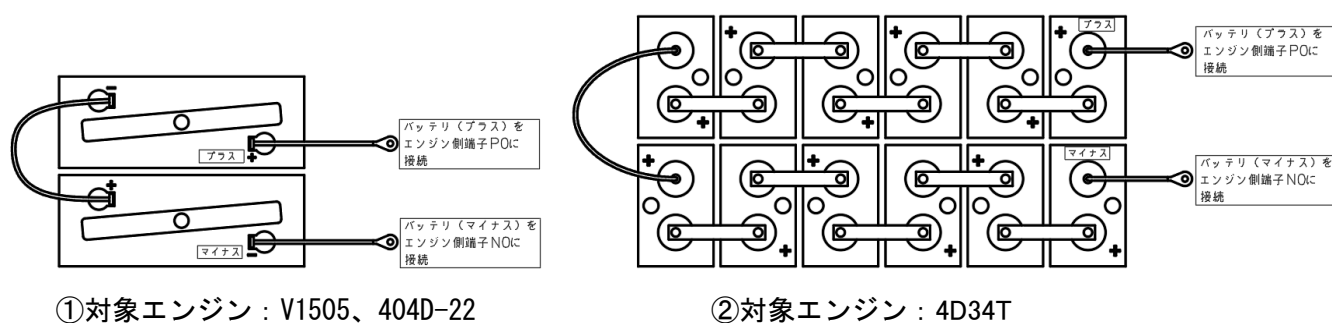

図 8 バッテリー結線図
- (2) 蓄電池の（＋）と（－）をショートさせたり極性を誤って配線しないようにしてください。（図8）蓄電池にバッテリーケーブルを接続する前に、蓄電池端子とケーブルの接触面は、真鍮製ワイヤーブラシで十分磨き、鉛蓄電池用防錆剤を薄く塗布してから接続してください。端子部が腐食して、電圧降下する場合があります。また蓄電池端子部には必ず附属のカバーを付けてください。